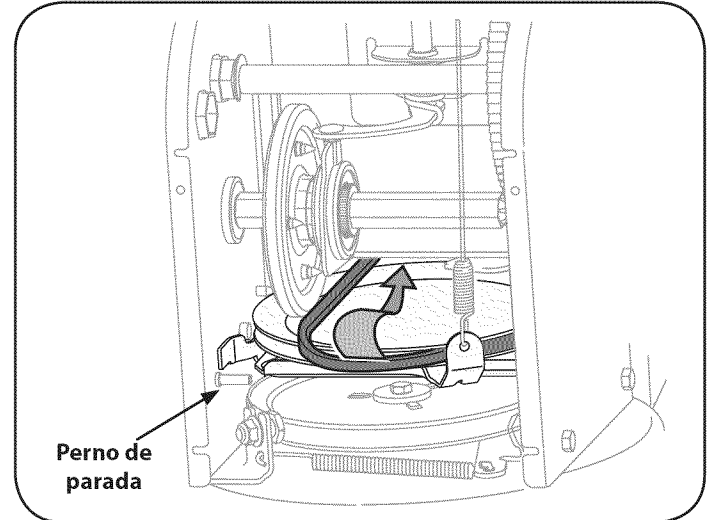

Figura 29
6. Detrás la parada se escapa para aumentar la autorización entre el disco de rueda de fricción y rueda de fricción. Vea la figura 29.
7. Deslice la correa de la transmisión fuera de la polea y de entre la rueda de fricción y el disco de la rueda de fricción. Vea la figura 29.